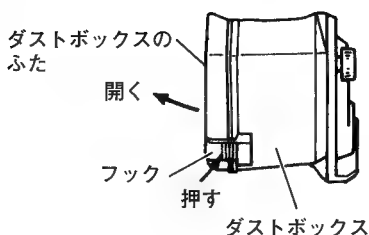
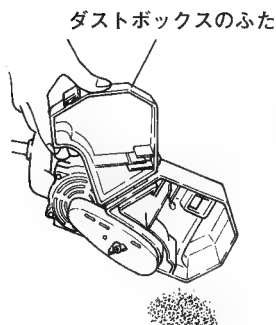

図 19
図 20
- (2) ダストボックス前方にあるフックを押し、ダストボックスのふたを開き、切りくずを捨てます。(図19, 図20)
- (3) ダストボックス内に付着している切りくずをかわいた布等できれいにふきとり、内部がよく見えるようにしてください。
- (4) ふたを閉じて、フックをかけてください。